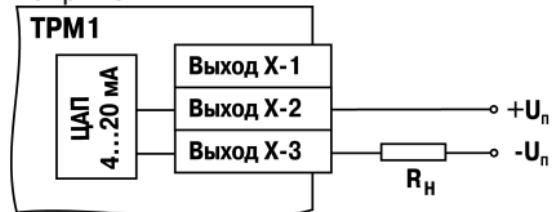

Рисунок 3.15
**Формирователь токового сигнала (выход И)** преобразует на активной нагрузке RH значение на выходе ЛУ в токовый сигнал 4...20 мА (см. рисунок 3.15).